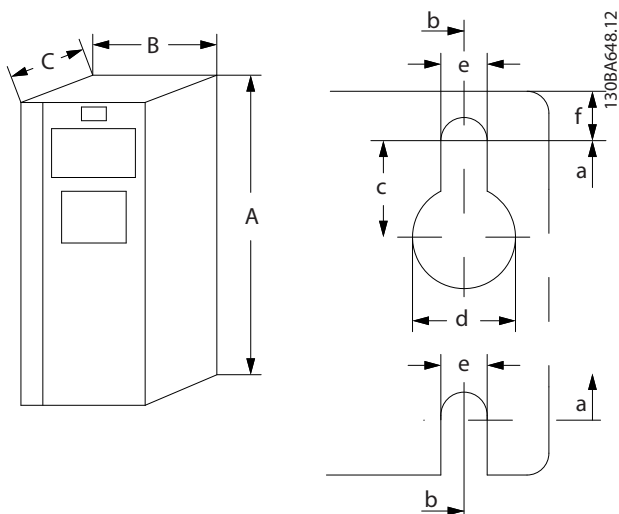
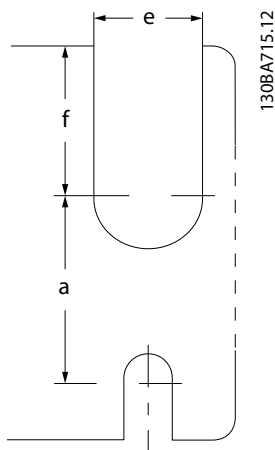

图 7.2 顶部和底部安装孔 (请参阅章 7.9 额定功率, 重量和尺寸)
图 7.3 顶部和底部安装孔 (B4, C3, 和 C4)
1) 请参阅图 7.2 和图 7.3 了解顶部和底部安装孔。